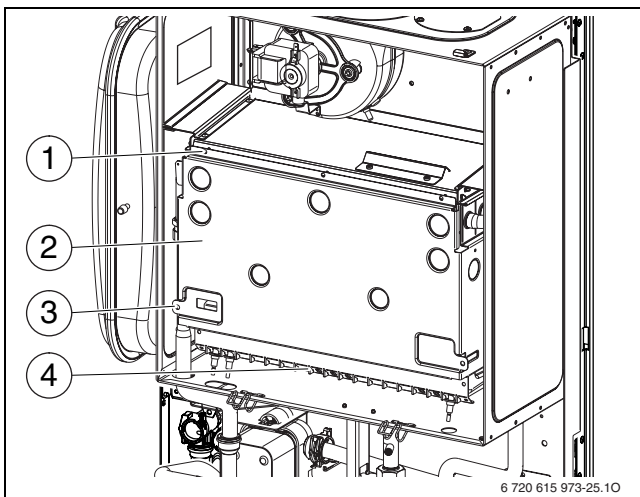

Fig. 55 Apertura del quemador
- ▶ Desmontar la parte delantera de la cámara de combustión (→ fig. 55).